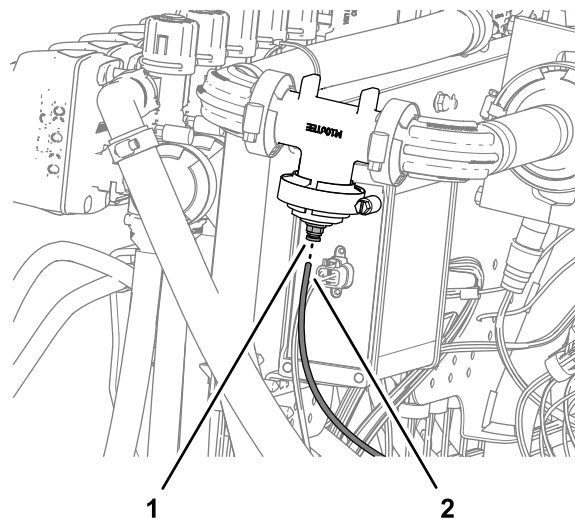

Bild 136
1. Fluchten Sie das Ende des Druckmessschlauches (Kunststoff) für das Druckmanometer im Armaturenbrett mit dem arretierenden Stelling der Schlauchkupplung aus (Bild 136).
2. Setzen Sie den Messschlauch in den arretierenden Stelling ein, bis er fest sitzt (Bild 136).